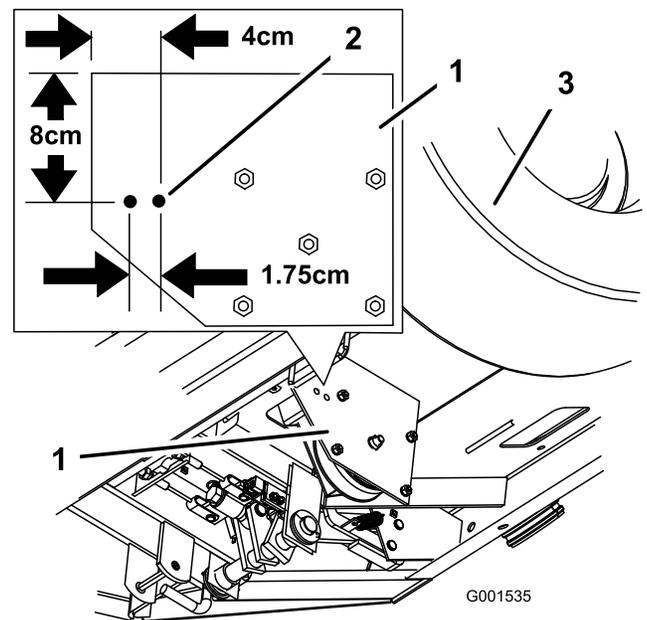

図 2
1. フロアボードの下にあるクラッチプレートを探し出す (図 2)。
2. ホーン用の穴あけを行う時には、図 2 にあるように測って穴あけの場所を決める。
3. 直径 8 mm の穴をクラッチプレートに2つ開ける (図 2)。